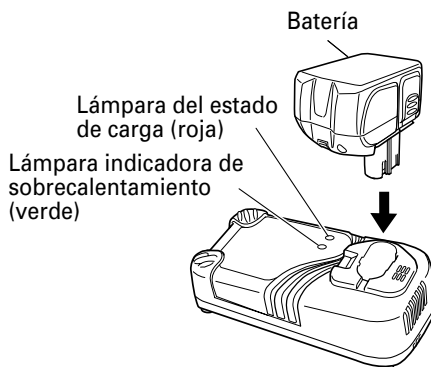

Fig. 4
2. Inserte la batería en el cargador de baterías. Inserte la batería en el cargador de baterías como se muestra en la Fig. 4. Cerciórese de que haya quedado en contacto con la base del cargador de baterías.